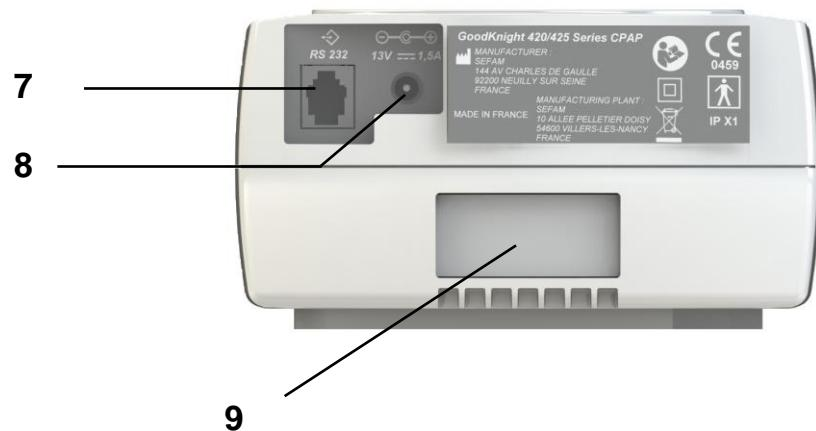

Figure 4 – Vue de la face arrière
4. Connecter le cordon du module d'alimentation sur l'entrée d'alimentation située en face arrière de l'appareil (Repère 8 de la Figure 4 – Vue de la face arrière en page 9).
1. Connecter le câble d'alimentation batterie à l'entrée d'alimentation située en face arrière de l'appareil (Repère 8 de la Figure 4 – Vue de la face arrière en page 9).
1. Connecter le câble allume-cigare à l'entrée d'alimentation située en face arrière de l'appareil (Repère 8 de la Figure 4 – Vue de la face arrière en page 9).